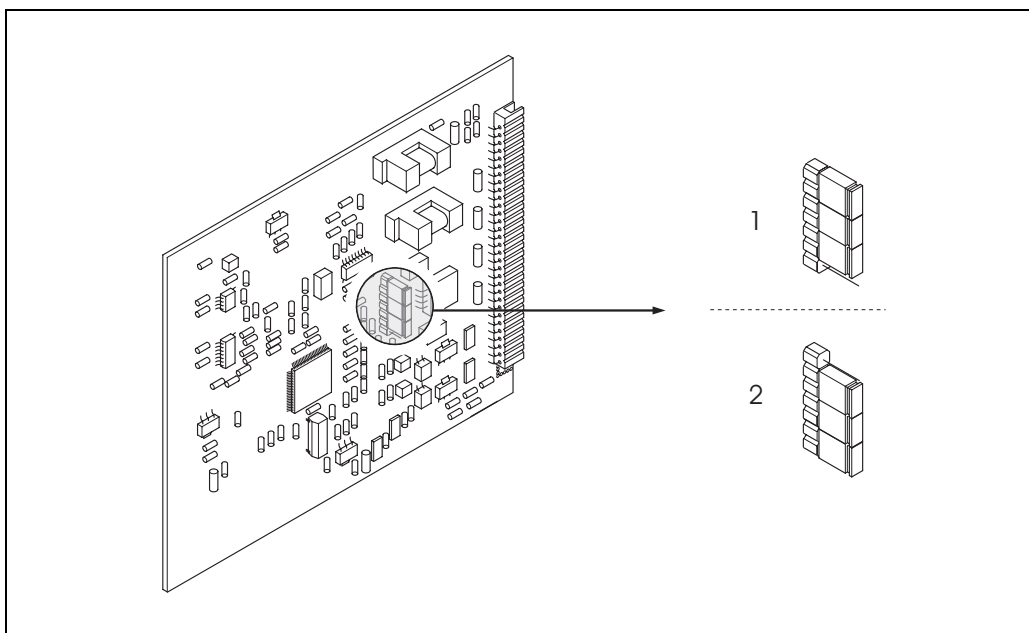

Fig. 33 : Configuration de la sortie courant (platine E/S non modulaire)
3. Placer les cavaliers selon Fig. 33